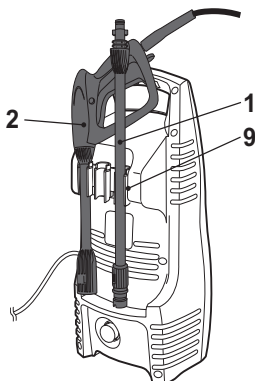

Fig. 14
> Encaje la lanza (1) y la pistola de alta presión (2) en el portaccesorios (9) (Fig. 14).